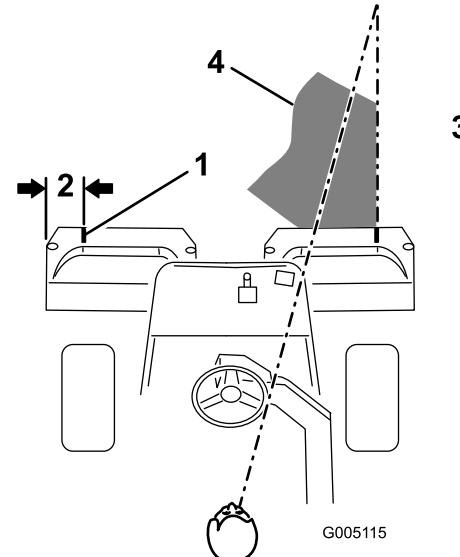
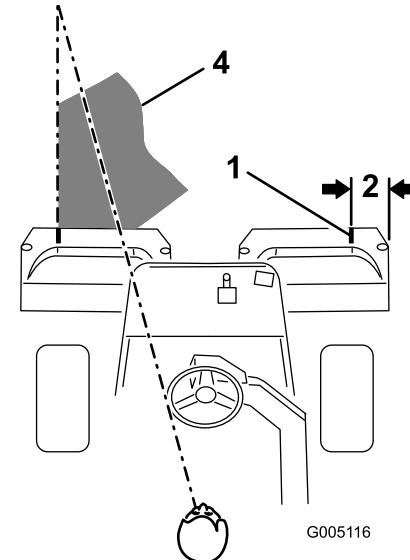

Bild 22
Bild 23
- Bringen Sie einen Streifen weißes Isolierbands an jedem Korb an, oder zeichnen Sie eine Linie. Das Isolierband bzw. die Linie sollten parallel mit der äußeren Kante jedes Korbs verlaufen (Bild 22).
3. Wenn Sie zurückfahren, sollte der neue Mähgang den ersten ein klein wenig überlappen. Damit Sie in einer möglichst geraden Linie über die Grünfläche fahren können und einen gleichmäßigen Abstand zum zuvor gemähten Rasenstück einhalten können, sollten Sie sich eine imaginäre Sichtlinie ungefähr 1,8 bis 3 m vor der Maschine bis zum Rand des noch ungemähten Teils der Grünfläche vorstellen (Bild 22 und Bild 23). Manche Leute finden es auch hilfreich, die äußere Kante des Lenkrads in die Sichtlinie mit einzubeziehen, d.h. sie halten das Lenkrad in einer Linie mit einem Punkt, der immer im gleichen Abstand von der Vorderseite der Maschine bleibt (Bild 22 und Bild 23).